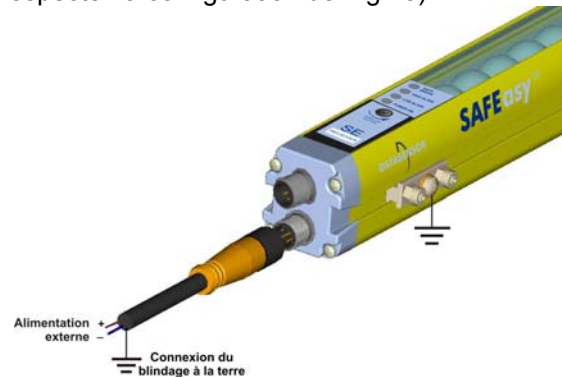

Fig. 13
- Si l'on veut, l'enveloppe du dispositif peut être reliée à la terre en utilisant la pièce mécanique livrée en standard pour la mise à la masse (respecter la configuration de Fig.13).